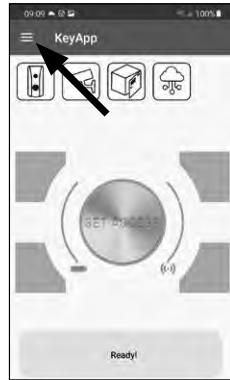

Abb. 60
- ① Öffnen Sie das Hauptmenü (Abb. 60).